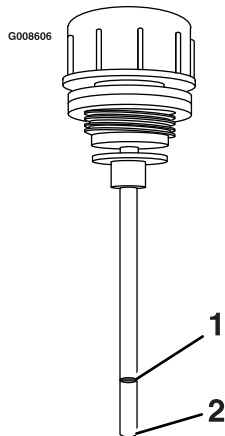

Figura 26
6. Retire el tapón de nuevo y compruebe el nivel de aceite en la varilla. Consulte los niveles de aceite en Figura 26.